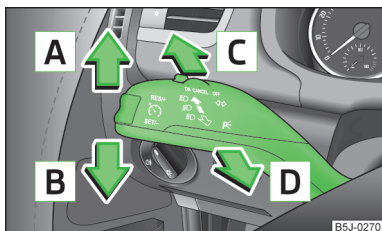

Fig. 23
➤ Apăsați înspre înainte maneta, pentru aprinderea fazei lungi » fig. 23 la pagina 41.
- Trageți maneta spre volan » fig. 23 la pagina 41 și împingeți-o simultan în jos, și mențineți-o în această poziție.
- Trageți maneta spre volan » fig. 23 la pagina 41 și împingeți-o simultan în sus, și mențineți-o în această poziție.
- > Apăsăți maneta » fig. 23 în sus , respectiv în jos .
- > Apăsăți maneta » fig. 23 înspre în față, în sensul săgeții .
- > Trageți maneta » fig. 23 spre volan (poziție amortizată) în sensul săgeții - se aprind lumina de drum și lampa de control de pe panoul de bord.
- Apăsați maneta » fig. 23 la pagina 41 în sus, respectiv în jos - se aprinde lampa de poziție de pe partea dreaptă, respectiv stângă a autovehiculului.